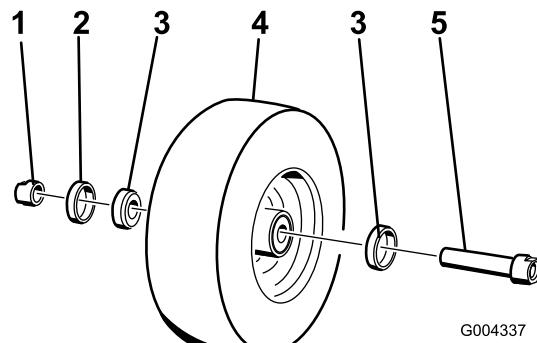

Figura 28
6. Togliete **uno** dei dadi distanziali (con spianature per la chiave) dall'asse (Figura 28).
7. Togliete l'asse **senza** rimuovere il dado distanziale opposto (Figura 28).
10. Inserite il cuscinetto e una nuova guarnizione nella ruota (Figura 28).
12. Inserite nella ruota il dado e l'asse assemblati sul lato con il cuscinetto e una nuova guarnizione (Figura 28).
14. Inserite il secondo cuscinetto e una nuova guarnizione nella ruota (Figura 28).